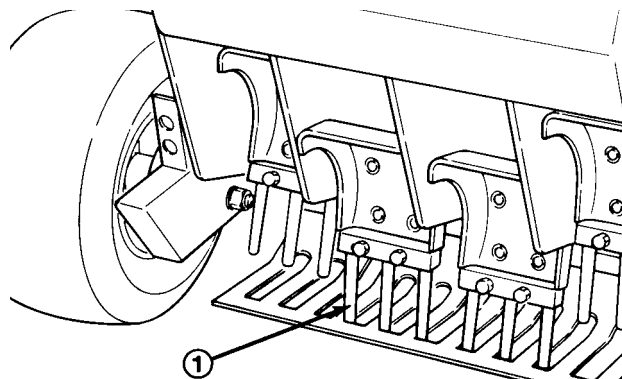

Fig. 10
5. Serrare i dadi di montaggio con coppia 488–535 kg/m2 (Fig. 10).